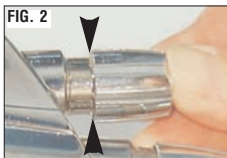

FIG. 2
ATTENZIONE: quando reinserite il dado (6) sulla regolazione (B), verificate che sia premuto fino a coprire completamente il lato del dado esagonale della regolazione stessa (Fig. 2).